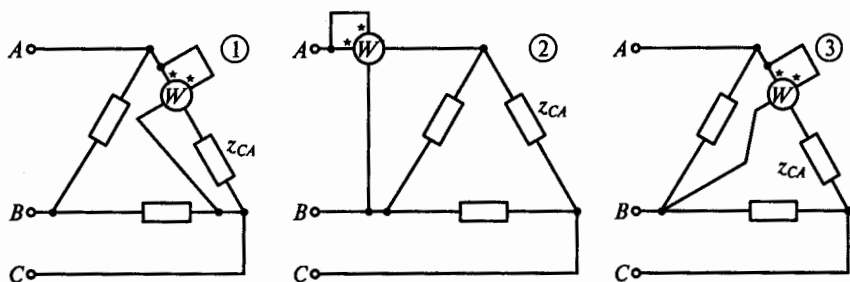

Рис. 169
**5.32.** С помощью какой из трех схем, показанных на рис. 169, можно измерить активную мощность фазы СА цепи?